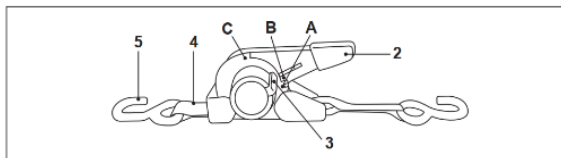

Fig. 2
—Une fois le cliquet correctement tendu, laissez le levier (2) en position initiale (B) (Fig. 2).